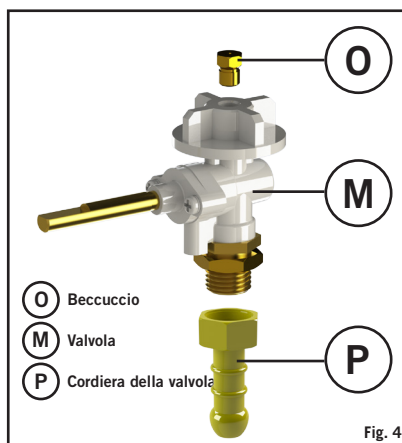

Fig. 4
**Categorie di dispositivo:** I 3B/P (30), I 3+ (28-30/37) and I 3B/P (37), (DK, FI, NO, NL, SE, AT, DE, BE, ES, FR, IE, IT, PT, GB, CH)
- All'altra estremità, attaccate un erogatore a bassa pressione da 30 mBar (configurazioni del butano I 3B/P (30), I 3+ (28-30/37)) o un erogatore a bassa pressione da 37 mBar (configurazione del propano I 3+ (28-30/37)), assicurandovi nuovamente che il tubo sia collocato in modo adeguato. Il tubo utilizzato deve essere conforme ai parametri BS 3212:1991/SABS 1156-2 o equivalenti. In Sudafrica l'erogatore deve essere conforme ai parametri SANS 1237.
**Categorie di dispositivo:** I 3B/P (50) (AT, DE)
- Avvitare un tubo con il giunto filettato appropriato a ogni estremità al BSPP da 1/4" di sinistra della valvola (O) (Fig.4). Attaccate un adeguato erogatore a bassa pressione da 50 mbar all'altra estremità del tubo. Il tubo usato dev'essere conforme ai parametri DIN 4815 parte 2 o equivalenti.